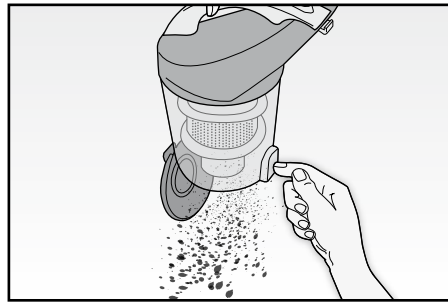

Fig. 7
- Svuotare il contenitore della polvere (A), aprendo il coperchio mediante il relativo pulsante di sgancio (Fig. 7).
- Per una pulizia completa del contenitore (A) è necessario smontarlo in ogni sua componente, operando come di seguito descritto: